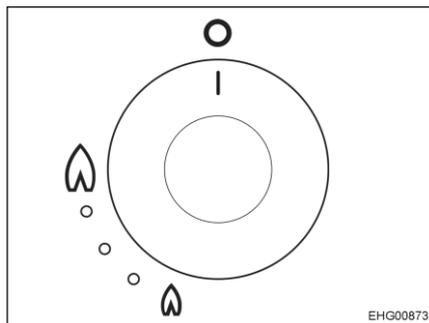

Fig. 127 Pomello girevole per piastre di cottura a gas
- Premere il pomello girevole (Fig. 127) dell'impianto a fiamma libera desiderato e ruotarlo in senso antiorario in posizione accesa (fiamma alta). Nei modelli con accensione automatica, vengono prodotte le scintille che accendono il gas in uscita.